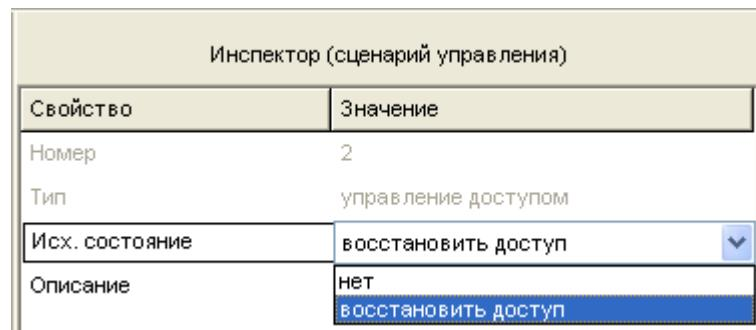

Рисунок 51
- Задать исходное состояние для режима доступа считывателя и (опционально) текстовое описание для создаваемого сценария в окне «Инспектор» (см. Рисунок 51). Параметр «Исходное состояние» может принимать одно из двух значений: «Нет» или «Восстановить доступ»; оно означает состояние считывателей, в котором они будут находиться то время, когда ни одно из условий сценария не выполняется. Значение «Нет» означает, что никаких централизованных команд считывателю со стороны пульта не выдается.